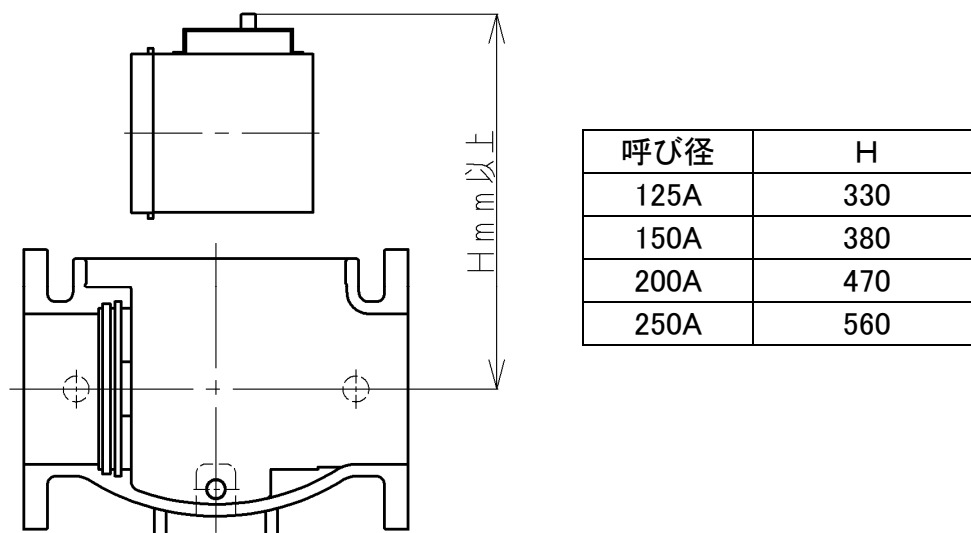

図3 保守・点検スペース
- (3) 製品の取付けに際しては、保守・点検(スクリーンの掃除)のためのスペースが必要ですので、図3に示すスペースを確保してください。